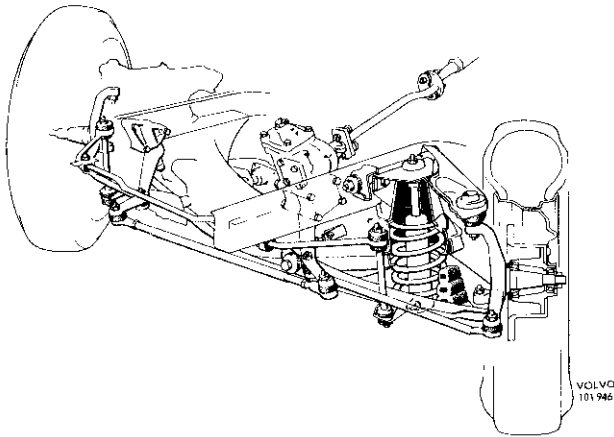

Abb. 46 Lenkvorrichtung
Die Konstruktion der Lenkvorrichtung geht aus Abb. 46 hervor. Die Lenkradbewegungen werden auf die Räder über obere und untere Lenkspindel (5 u. 7), Lenkgetriebe (3), Lenkstockhebel (12), Spurstange (13), Lenkstangen (10 u. 15) sowie Lenkhebel (1 u. 9) übertragen.
Die Kugelgelenke der Spurstange und Lenkstangen sind kunststoffgefüttert und brauchen daher nicht geschmiert zu werden. Die Spurstange (13, Abb. 46) hat an den Enden auswechselbare Kugelgelenke (Spurstangenköpfe), während bei den Lenkstangen (10 u. 15) Gelenk und Hebel in einem Stück gefertigt sind.